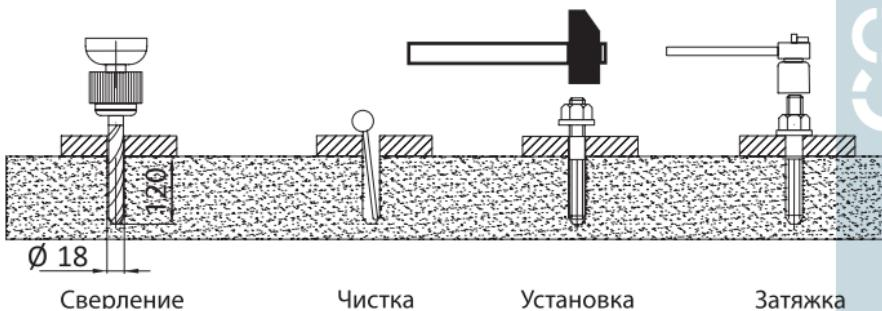

Рисунок 5 – Установка анкерных болтов
- Подъёмник необходимо устанавливать на ровное и прочное основание, которое должно обеспечивать максимальную, рассчитанную исходя из грузоподъёмности подъёмника, несущую способность, при любых возможных условиях работы. Для напольного монтажа необходим бетон марки не ниже М350, средняя прочность 327 кгс/см². Крепление подъёмника осуществляется 8 анкерными болтами (мин. рекомендованный диаметр 16 мм). Схема крепления показана на рис. 5.